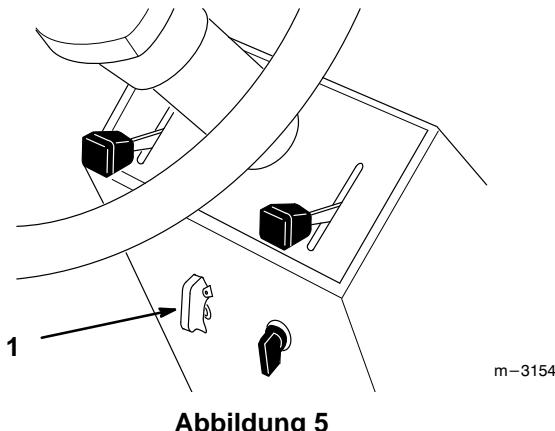

Abbildung 5
3. Zum Einrücken die Abdeckung anheben und den Mähwerkschalter auf Position "ON" stellen (Abb. 5).
1. Durch Schließen der Abdeckung wird der Mähwerkschalter auf Position "OFF" gestellt (Abb. 5).